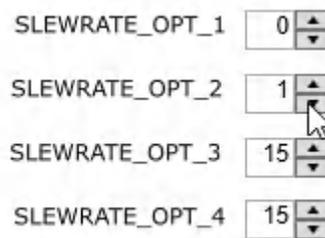

图 4-4. TICS Pro 中的 SLEWRATE_OPT# 分配示例
- a. 例如，如果需要最快、第二快和最慢的压摆率，请将 0x0、0x1 和 0xF 分别赋值给寄存器 SLEWRATE_OPT#。SLEWRATE_OPT1 = 0x0 (最快)，SLEWRATE_OPT2 = 0x1 (第二快)，SLEWRATE_OPT3 = 0xF (最慢)。不必对 SLEWRATE_OPT4 赋值，但如果您希望将多个寄存器设置为相同的压摆率，则可以将 SLEWRATE_OPT4 分配给之前三种设置中的任何一个。在本示例中，SLEWRATE_OPT4 = 0xF (最慢) 如图 4-4 所示。